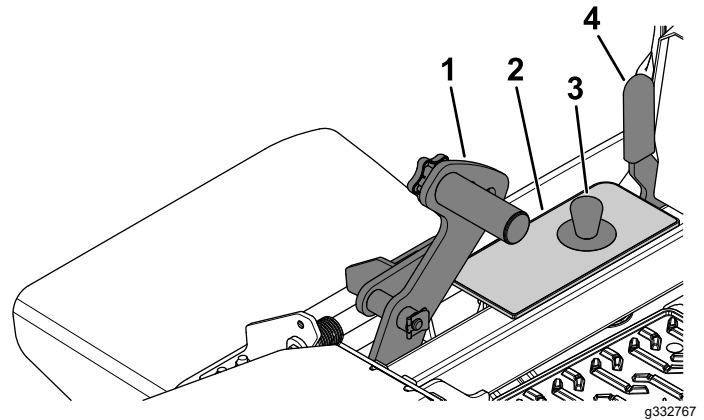

Figure 30
1. Poussez la pédale de levage du tablier complètement en avant pour bloquer le tablier en position TRANSPORT (qui est aussi la position de hauteur de coupe de 127 mm [5 po]), comme montré à la Figure 30.
2. Pour changer la hauteur de coupe, retirez la goupille du support de hauteur de coupe (Figure 30).
3. Insérez l'axe dans le trou du support correspondant à la hauteur de coupe voulue (Figure 30).